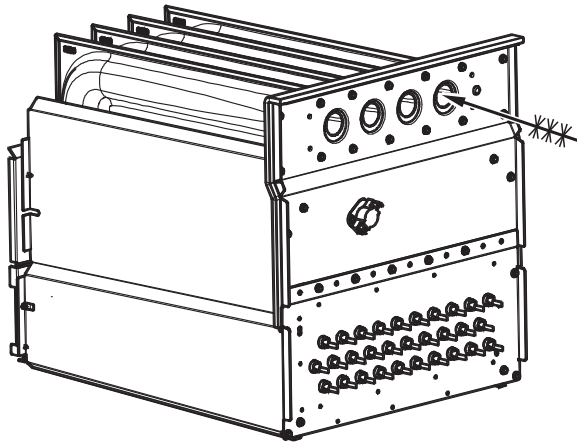

Figure 66 – Nettoyage de la cellule de l'échangeur thermique
7. Nettoyez les ouvertures de l'échangeur thermique à l'aide d'un aspirateur et d'une brosse douce. Consultez la figure 66.